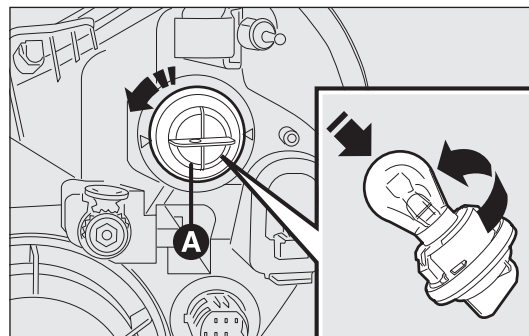

fig. 178
- ❑ ruotare in senso antiorario il portalampana A-fig. 178 ed estrarlo;